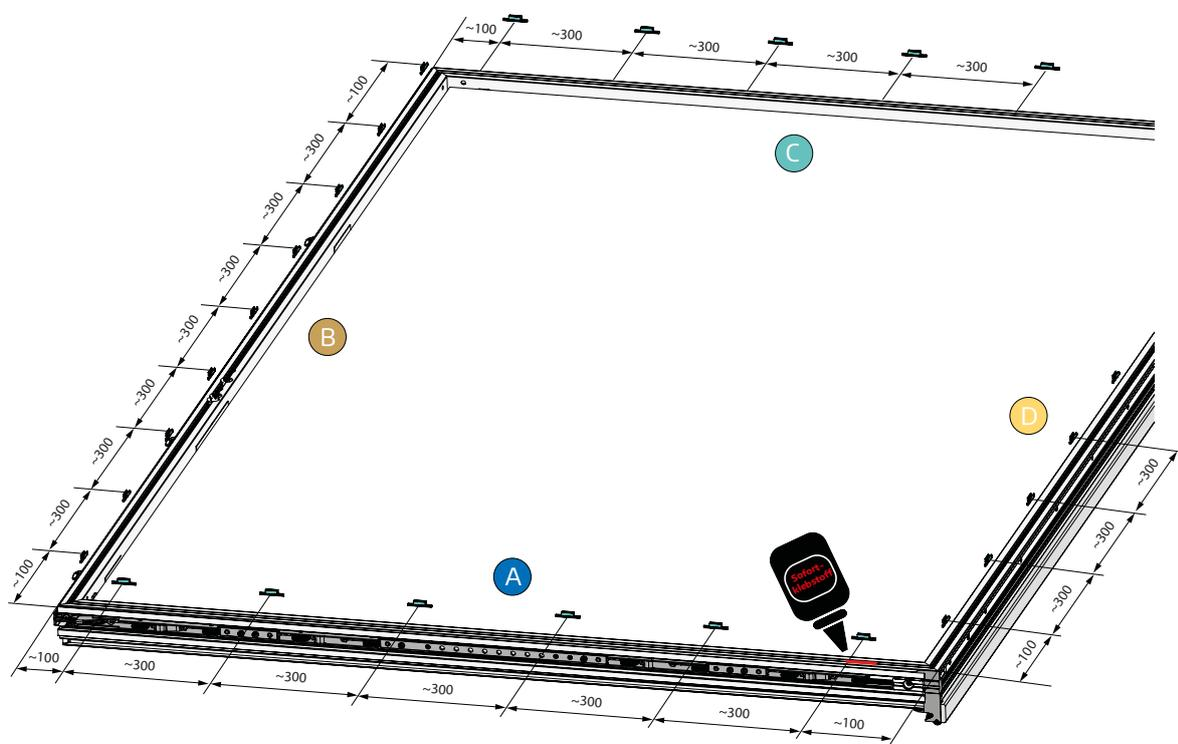

Fig. 1
- ① Posizionare e fissare le clip di aggancio con supercolla nel profilo in vetroresina (vedi fig. 1).